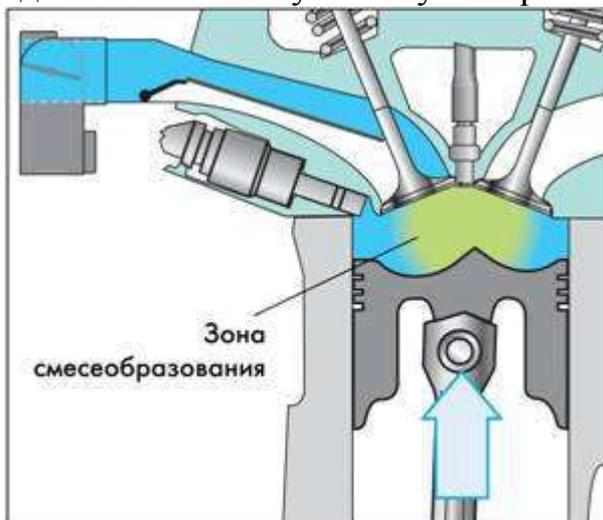

Рисунок 3.15 – Процесс смесеобразования при послойном распределении смеси
4. Процесс смесеобразования (рис.3.15)